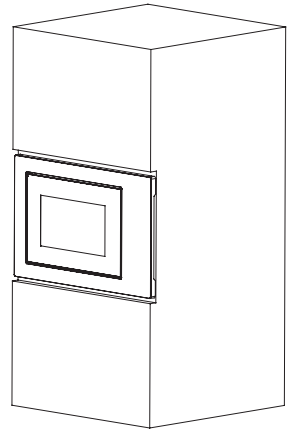

Fig.2
- b) Empuje el microondas hasta el final. (Fig.2)